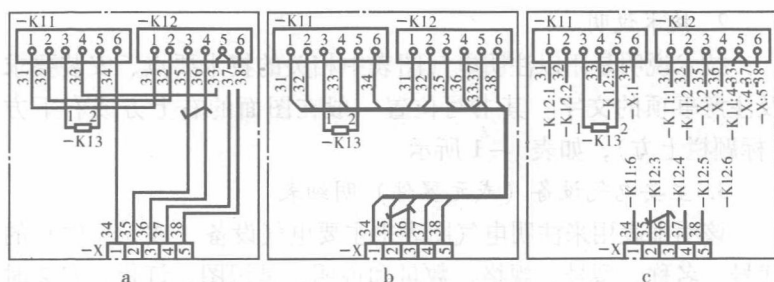

图 1-4 单元接线图举例
(2) 单元接线图:单元接线图是用来表示单元内部各项目的连接情况,如图1-4所示。